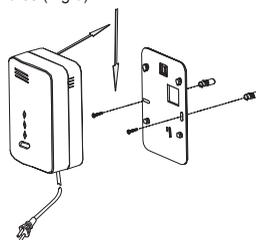

Fig. 2
5. Alignez la fente latérale du support ainsi que le détecteur. Poussez le détecteur sur le support de montage et fixez-le (voir direction des flèches, Fig. 2)